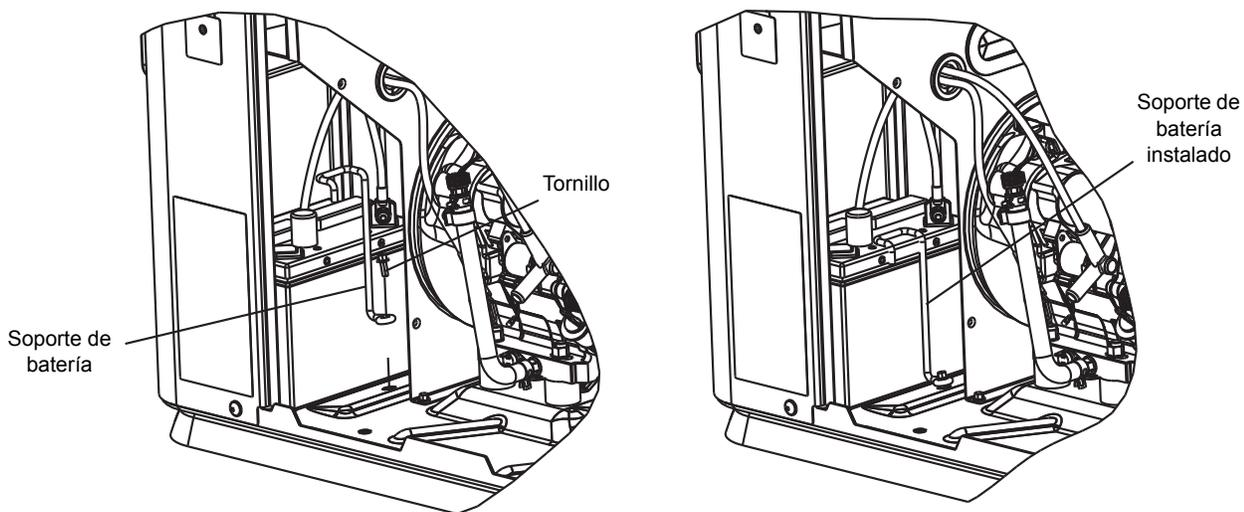

Figura 6-4. Instalación de la batería
14. Instale el soporte de batería provisto con la piezas sueltas y móntelo con seguridad en la base usando el tornillo autorroscante M6 provisto (Figura 6-4.).